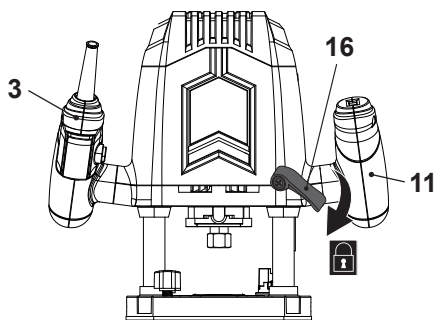

Fig. 1
- > Aplicați o presiune ușoară pe mânere (3, 11) și în același timp slăbiți maneta de fixare pe adâncime (16) pentru a mișca carcasa în sus (Fig. 1, 2).